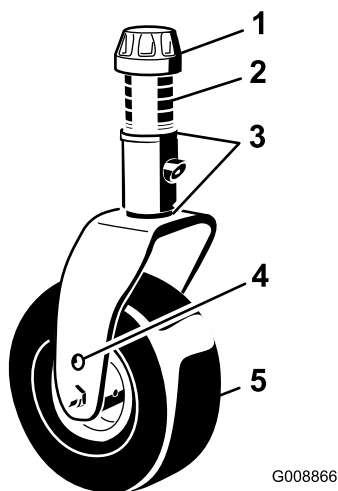

Figura 7
Coloque os eixos da roda giratória nos mesmos orifícios, em ambas as forquilhas da roda giratória. Consulte Figura 7 e Figura 8 para determinar os orifícios corretos para a configuração.
1. Retire a tampa de fixação do eixo roscado (Figura 7) e desloque o fuso para fora do braço da roda giratória. Coloque os 2 calços no eixo, tal como se encontravam originalmente. Estes calços são necessários para atingir a mesma altura ao longo de toda a largura das unidades de corte.
2. Desloque o número apropriado de cunhas do eixo para obter a altura de corte desejada (Figura 7).